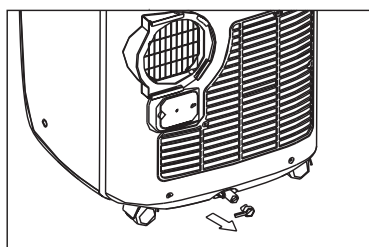

Fig. 24
Mova com cuidado a unidade para uma posição de drenagem, remova o tampão de drenagem inferior e deixe a água escoar (Fig. 24). Reinicie a máquina até que o símbolo "P1" desapareça. Caso o erro se repita, contacte a assistência.
- Remova a ficha da saída de drenagem inferior, toda a água na bandeja inferior será drenada (Ver Fig. 24).